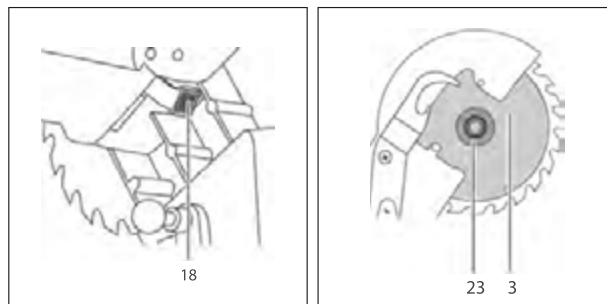

Рис. 3
- б)** нажмите на кнопку (18) фиксации пильного диска (Рис. 3);
**в)** отверните болт крепления пильного диска (3) прилагаемым имбусовым ключом, поворачивая его по часовой стрелке;
**г)** снимите наружный фланец (23) и пильный диск (3) (Рис. 3);
**ВНИМАНИЕ!** Направление вращения диска (указано на самом диске) должно совпадать с направлением вращения шпинделя, обозначено стрелкой на кожухе (6).
**е)** установите наружный фланец (23). Затяните болт крепления вращением против часовой стрелки, удерживая в нажатом положении кнопку фиксации (18).
**5.** Для надежной фиксации заготовки при пилении на фронтальном упоре (2) предусмотрены гнезда (16) для крепления вертикальной струбины. Вставьте стержень струбины в гнездо (16) и затяните винт на задней стороне гнезда для крепления стержня. Отрегулируйте струбину в соответствии с размером и формой заготовки. Струбина может быть установлена как слева, так и справа от пильного диска.